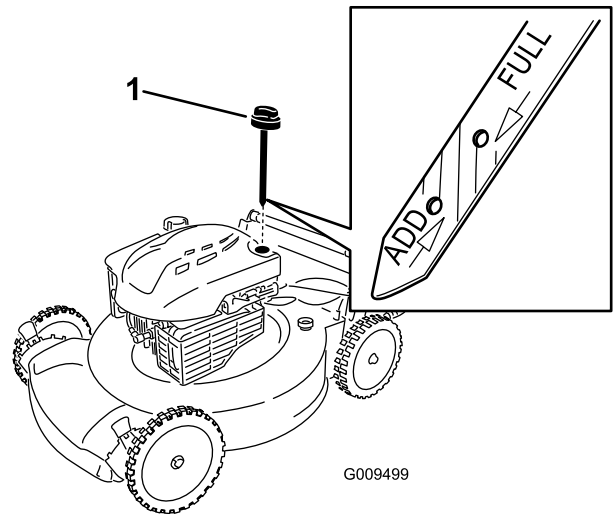

Figura 4
1. Retire la varilla (Figura 4).
2. Vierta **lentamente** aceite en el tubo de llenado hasta que el nivel llegue a la marca **Full** (lleno) de la varilla (Figura 4). **No llene demasiado.** (Capacidad máxima: 0,59 l, tipo: SAE 30, aceite detergente con clasificación de servicio API SF, SG, SH, SJ, SL o superior.)